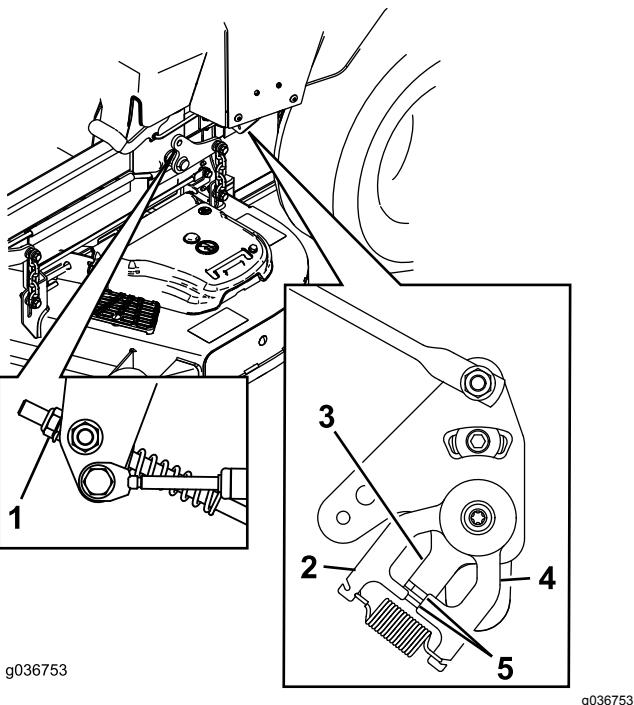

Figura 70
- Regolate le lunghezze delle aste di controllo pompa ruotando il dado nella direzione idonea in modo che le ruote si spostino leggermente in retromarcia (vedere Figura 70).